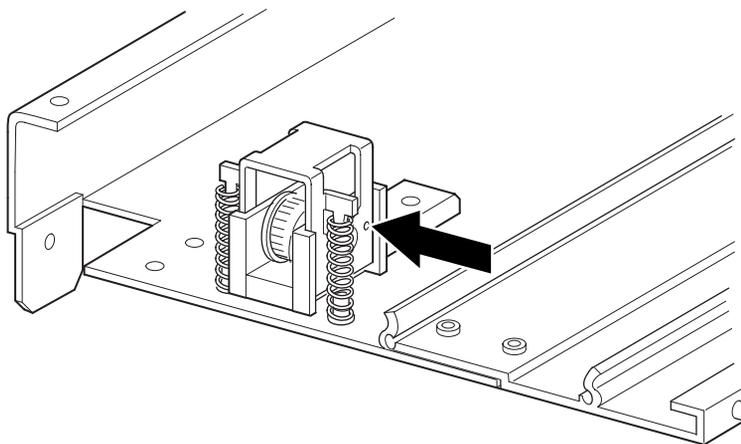

Figura 2-19: Punto zero della rampa tendicinghia/puleggia folle
2. Inserire una graffetta per la carta di grandi dimensioni nei fori. Questa operazione regola la puleggia folle nella posizione zero (vedere la Figura 2-19).